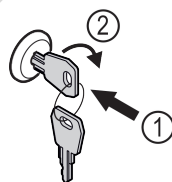

Fig. 200
- ▶ Insérer la clé. Fig. 200 (1)
- ▶ Tourner la clé à 90° dans le sens horaire. Fig. 200 (2)